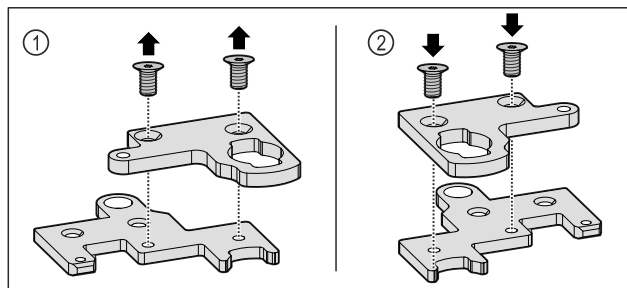

Fig. 35
- ▶ Разъедините обе части двухсекционного шарнирного уголка. Fig. 35 (1)
- ▶ Снова соедините обе части двухсекционного шарнирного уголка, повернув его на 180°. Fig. 35 (2)